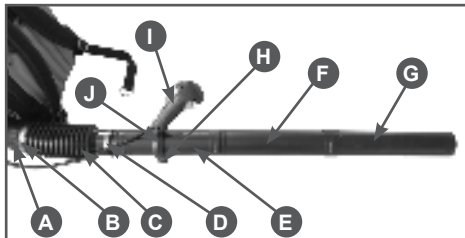

Рис. 2 Последовательность сборки
Произведите сборку в следующем порядке (Рис. 2):
1. Наденьте на оба конца гибкой трубы С червячные хомуты В и D и наденьте гибкую трубу на выходной патрубке А корпуса воздуходувного устройства (Рис. 2). Затяните хомут В.
2. Наденьте рукоятку управления I на трубу Е (Рис. 2). При необходимости, ослабьте затяжку гайки Н хомута J крепления рукоятки управления. Для исключения проворачивания винта воспользуйтесь ключом шестигранным 4 мм из комплекта поставки устройства.
3. Вставьте трубу напорную Е с установленной на ней рукояткой управления в гибкую трубу С (Рис. 2). Затяните хомут D.
- зами в трубе F. Нажмите на трубу F в сторону трубы E до упора и поверните трубу F против часовой стрелки (если смотреть со стороны двигателя) до плотной её фиксации (Рис. 2).
5. Точно также в соответствии с пунктом 4, установите трубу G на трубу F (Рис. 2).